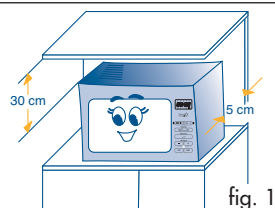

fig. 1
- 1) Haal de magnetron uit zijn verpakking en verwijder de beschermende verpakking van het draaiplateau (G) en van de bijbehorende houder (H) en alle accessoires. Controleer of de houder (H) correct in zijn zitting in het midden van het draaiplateau is ingebracht.
- 5) **Controleer, nadat het apparaat op het werkvlak is geplaatst, of er een ruimte van ongeveer 5 cm tussen de omtrek van het apparaat en de muren aan de zijkant en aan de achterkant, en een vrije ruimte van minstens 30 cm boven de magnetron overblijft (fig. 1).**